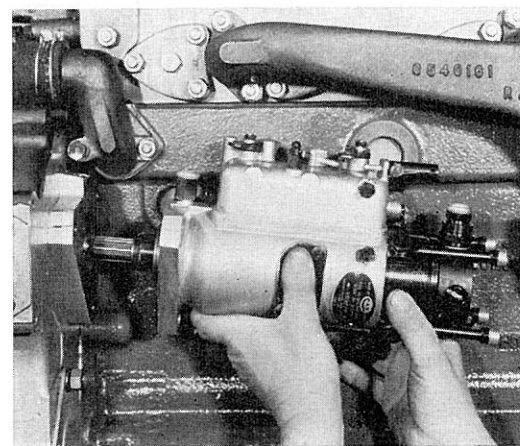

Fig. J11.
— Démontez les tuyauteries de la pompe d'injection, enlever la pompe d'injection et son arbre cannelé sur les pompes à régulateur mécanique (Fig. J11).
- si le pignon et l'adaptateur n'ont pas été changés, il suffit d'introduire la pompe dans son logement. Une cannelure repère évite de monter la pompe dans une mauvaise position (Fig. J11),